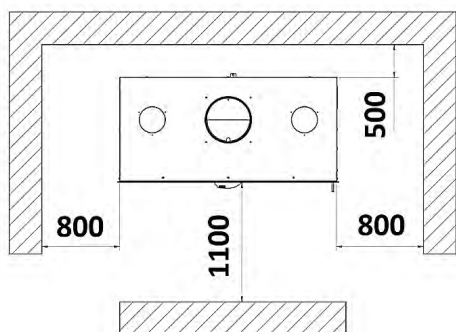

FIG. 8
- Mantenere qualsiasi materiale combustibile (mobili, tende, capi di vestiario, ecc.) ad una distanza minima di sicurezza di 0,90 m. (Fig. 8)